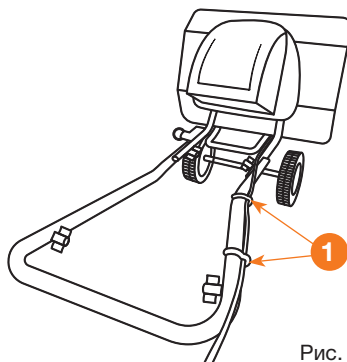

Рис. 18
3. Закрепите электрический провод с помощью держателя кабеля **1** (Рис. 18).